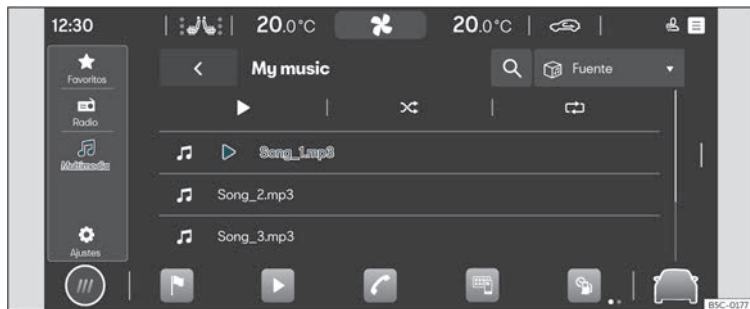

Fig. 128 Representación esquemática: Vista Multimedia
- Prema HOME > ► > ► > ► **fig. 128**.